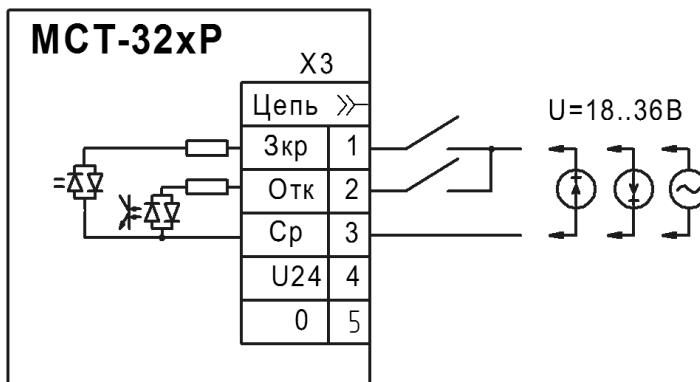

Рисунок 3 - Варианты управления дискретными входами
1.5.7 Входы являются двунаправленными, поэтому управление может осуществляться подачей на входы положительного или отрицательного напряжения (см. рисунок 3).
1.6.3 Входы «**Зкр**» и «**Отк**» являются двунаправленными и допускают подачу напряжения любой полярности (рис.3).